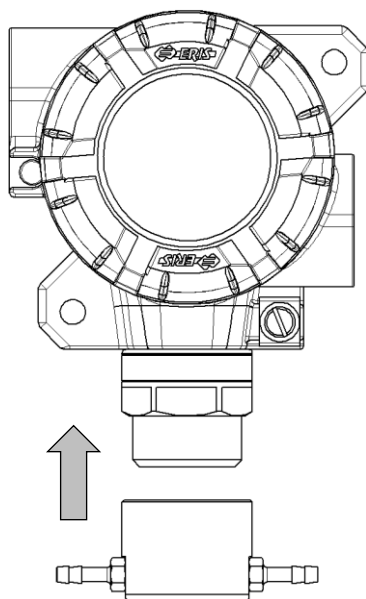

Рисунок 17 – Установка насадки для подачи газовой смеси
- надеть насадку для подачи газовой смеси (рисунок 17);